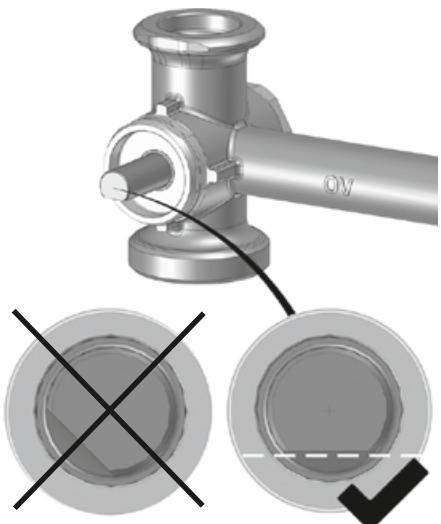

Fig. 22
- Monter le moteur sur l'adaptateur (3) et le presser fermement contre la vanne mélangeuse à trois voies jusqu'à ce que vous entendiez un clic. Les nervures du dispositif anti-torsion dans le corps de la vanne servent au guidage (fig. 22).